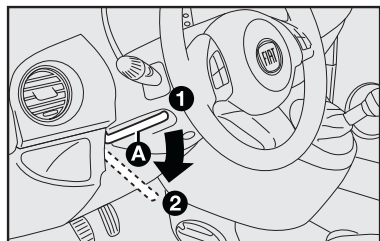

fig. 15
VOLANTE - fig. 15
- 1) deslocar a alavanca **A** para baixo, na posição **2-fig. 15**;